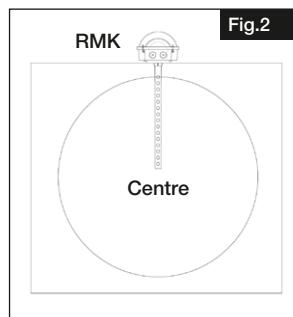
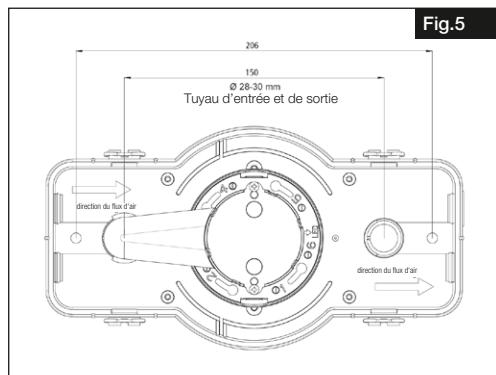

Fig.2
Fig.5
Pour garantir une détection fiable de la fumée, la tige d'aspiration doit être insérée dans le conduit avec au moins cinq ouvertures (min. 140 mm, voir Fig. 2).
Le détecteur doit être monté **au centre** (voir Fig.2) et **axialement** par rapport à la direction du flux d'air du conduit de ventilation (voir Fig.5). Lors de l'installation, veiller à ce qu'il n'y ait pas de vibrations !
1. Pour les tuyaux d'entrée et de sortie, deux ouvertures d'un diamètre de 28-30 mm et d'une distance de 150 mm doivent être percées dans le conduit de ventilation (voir Fig.5).
2. Utiliser les vis d'assemblage et les joints fournis pour fixer l'embase à la paroi extérieure (distance de perçage 206 mm, voir Fig.5).